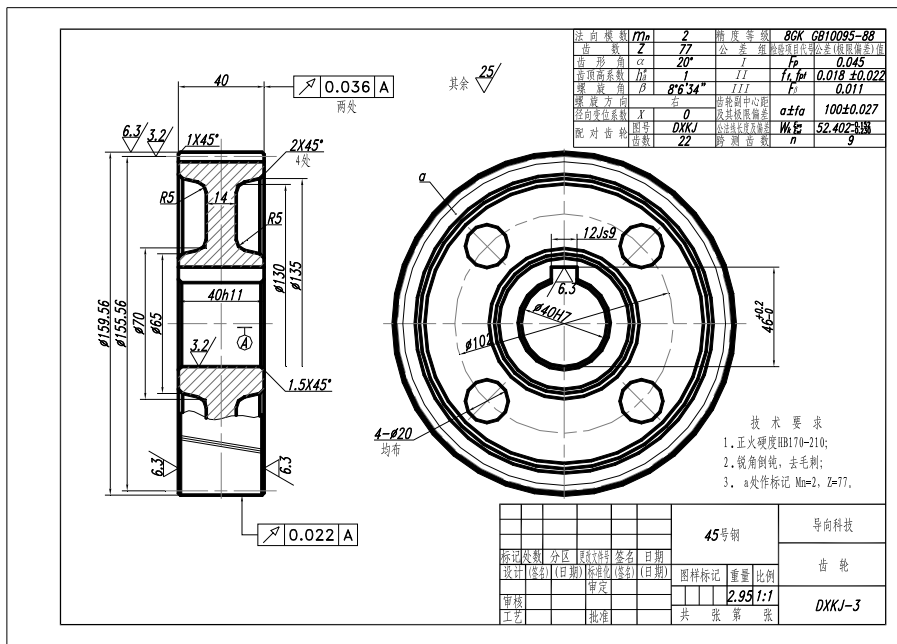

图 7-45 圆柱齿轮零件图
3. 标注如图 7-45 所示的圆柱齿轮零件图，并按要求填写标题栏、明细表和说明文字。